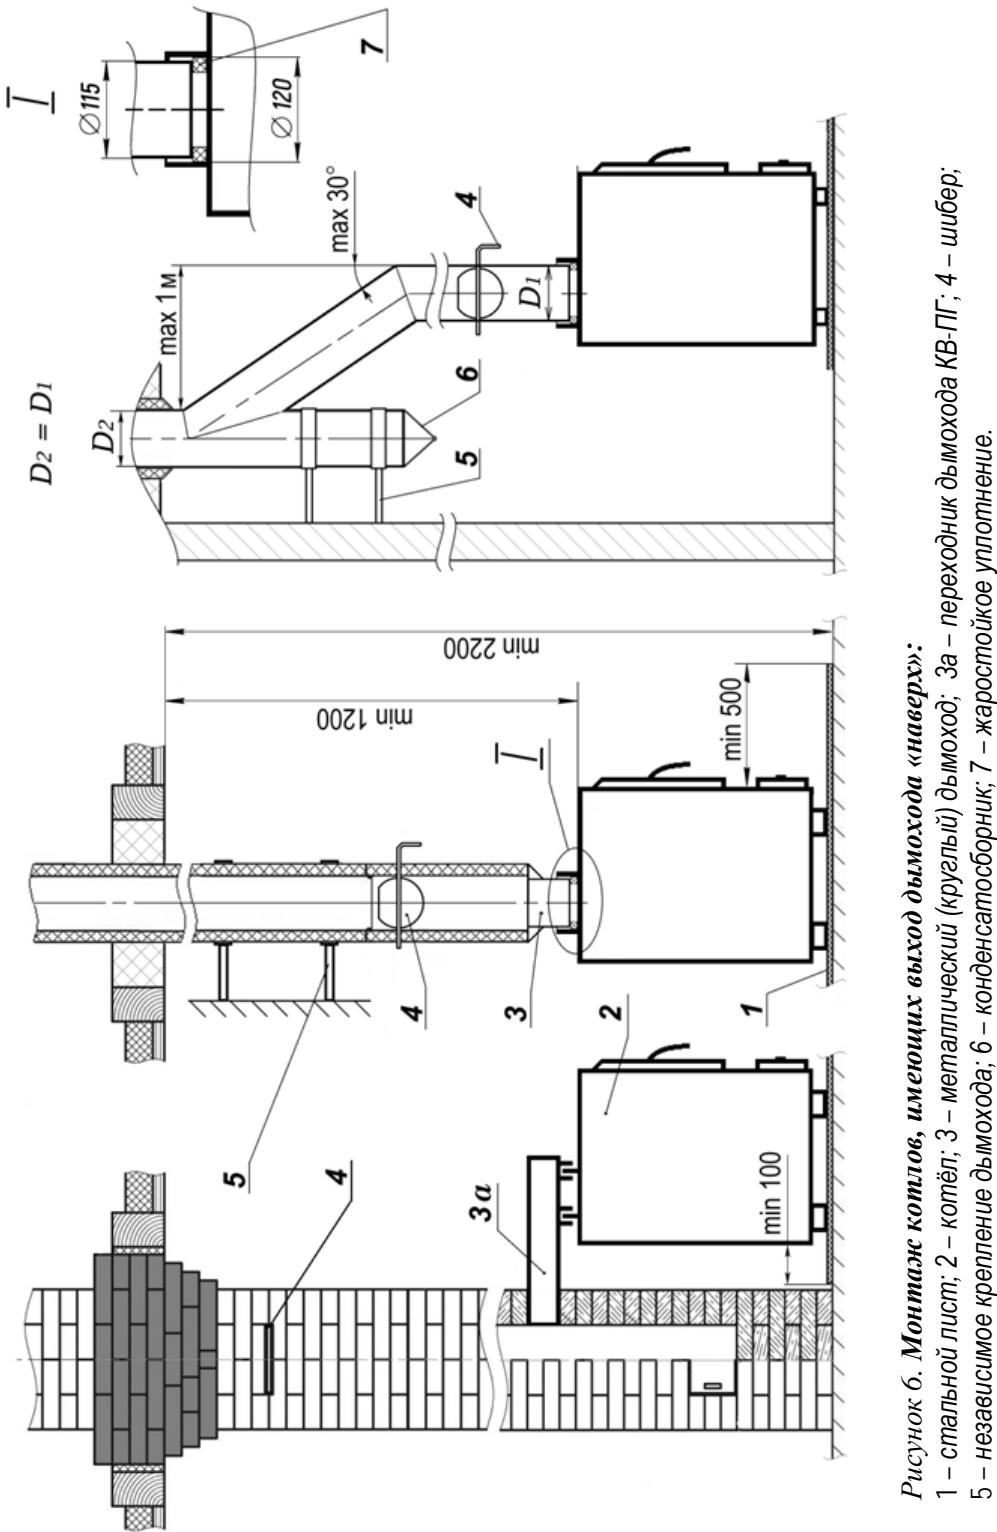

Рисунок 6. Монтаж колодов, имеющих выход дымохода «наверх»:
4.6. Варианты присоединения котла к дымовой трубе приведены на рис. 6 – 7.